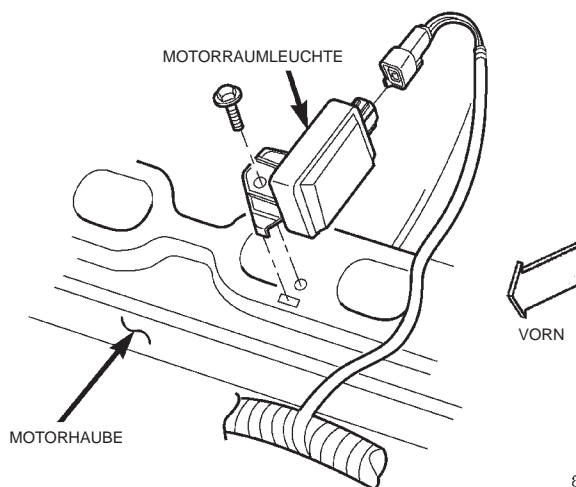

Abb. 7 Motorraumleuchte
(1) Glühlampe einsetzen.
(2) Streuscheibe anbauen.
(3) Flansch/Motorraumleuchte am Innenblech der Motorhaube anhalten.
(4) Flansch/Motorraumleuchte mit der Schraube an der Motorhaube befestigen (Abb. 7).
(5) Leuchtengehäuse zusammenbiegen und über den Sockel stülpen, so daß es korrekt einrastet.
(6) Steckverbinder an der Leuchte anschließen.